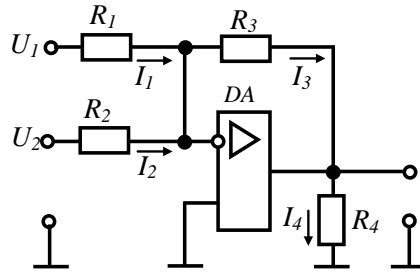
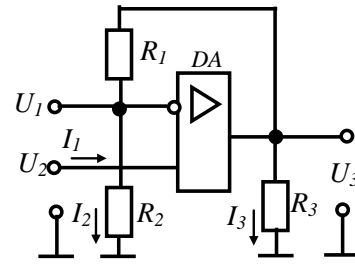
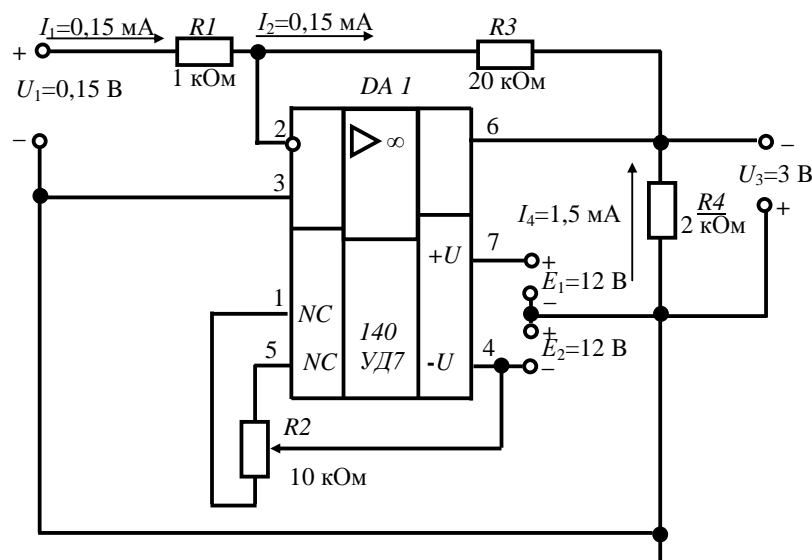

Рис. 7.1 - Розрахункова схема двохвходового інвертуючого суматора на ОП
Рис. 7.2 - Розрахункова схема неінвертуючого підсилювача на ОП
Рис. 7.4 – Інвертуючий підсилювач на ОП. Схема електрична
Для розрахунку параметрів схеми неінвертуючого ОП використовують такі основні формули (рис. 7.2): за $U_H = U_{BX}$, вхідний струм $I_{BX} = 0$, тому що $R_{BX,OP} = \infty$.
Вихідними даними для розрахунку є: тип та схема підсилюючого каскаду - у даному разі це інвертуючий підсилювач чи двовходовий суматор, розрахункова схема якого наведена на рис. 7.1, або неінвертуючий підсилювач за схемою з рис.7.2; величини опорів деяких резисторів схеми каскаду; напрямки протікання струмів у вітках каскаду та величини деяких з них; величини деяких напруг на входах і виході каскаду або його коефіцієнта підсилення за напругою K_{U33} ; тип ОП та типова схема його вмикання - пропонується будувати каскади на ІМС ОП типу 140УД7, вважаючи його за типовий, з напругою живлення $\pm 12V$, за схемою вмикання, рис. 7.4.
- вказати, чи правильно позначені на рис.7.1 та рис. 7.2 напрямки протікання струмів;
Електрична принципова схема інвертуючого підсилювача з параметрами, отриманими за даними розрахунку і побудованого на ОП 140УД7, наведена на рис. 7.4.